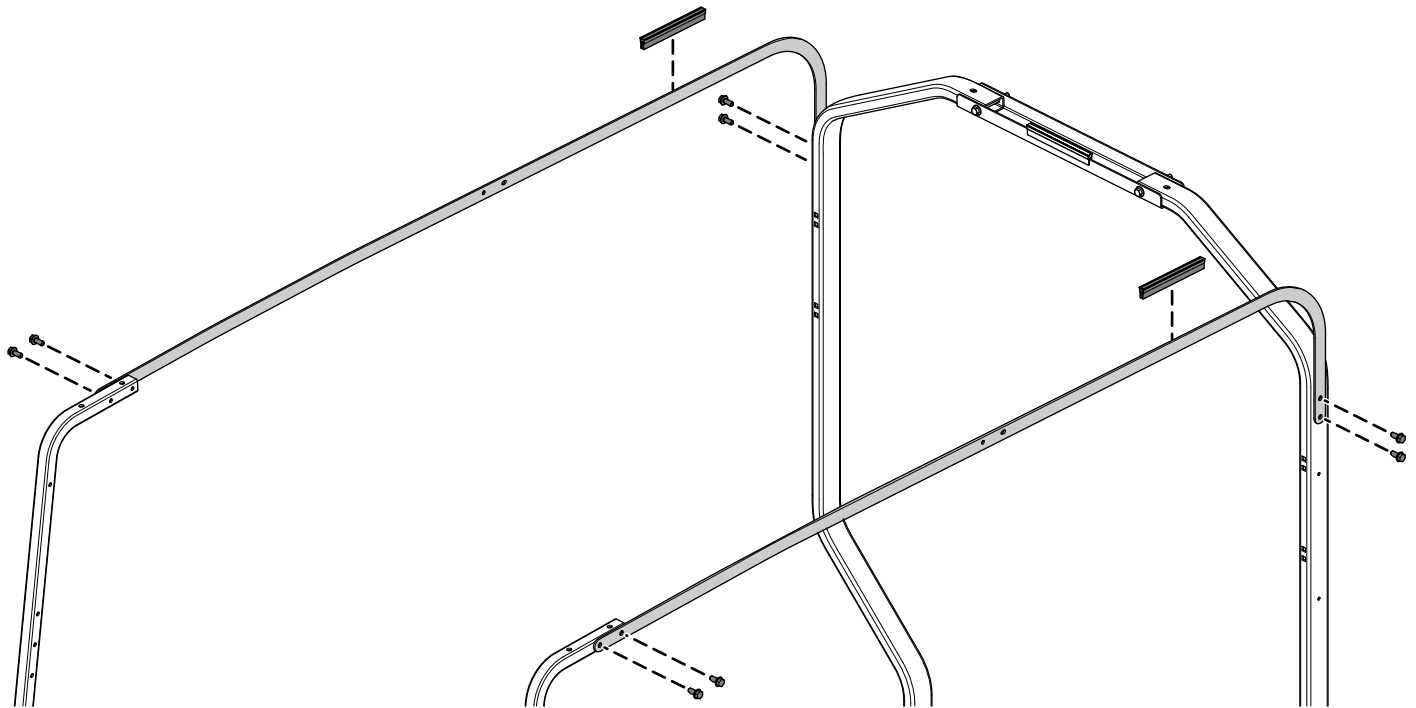

Figura 14
1. Prenda os dois suportes de apoio do toldo comprido aos tubos de montagem frontais e traseiros utilizando oito parafusos de cabeça de anilha sextavada (5/16 x ¾ pol) como se mostra na Figura 14.
2. Instale os dois vedantes do aro nos dois suportes de apoio do toldo comprido (Figura 14).